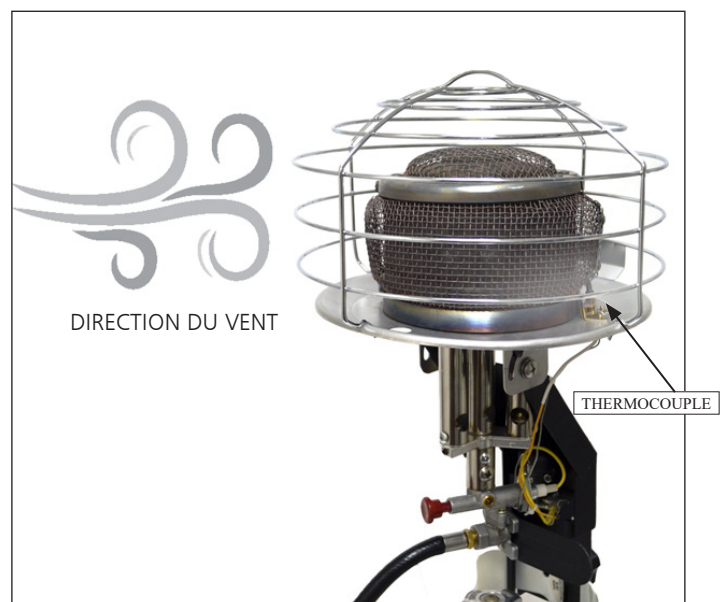

Figure 4
- K.** Pour performance optimale, positionnez le chauffage de sorte que le thermocouple est opposé à la direction du vent. Figure 4